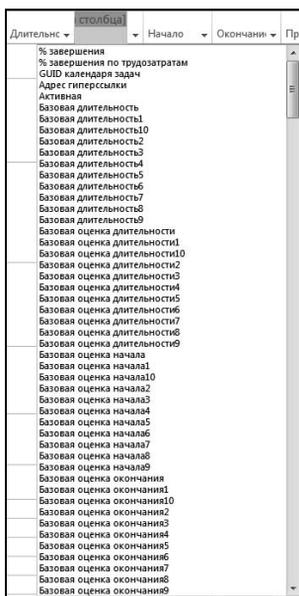

Рис. 4.13. Окно списка выбора нового столбца для добавления в таблицу
2. Щелкнуть по выделенной области таблицы правой кнопкой мыши. В открывшемся контекстном меню можно выбрать команды **Вставить столбец** и **Скрыть столбец**. При выборе команды **Вставить столбец** открывается показанное на рис. 4.13 окно со списком колонок таблицы (полей базы данных) Project, доступных для использования в текущей таблице. Нажатие клавиши с литерой на клавиатуре сразу позиционирует этот список на первом из наименований полей, начинающихся на соответствующую букву.
1. Установить курсор на заголовок подлежащего замене столбца и сделать двойной щелчок левой кнопкой мыши. На экране появится список полей БД, показанный на рис. 4.13.